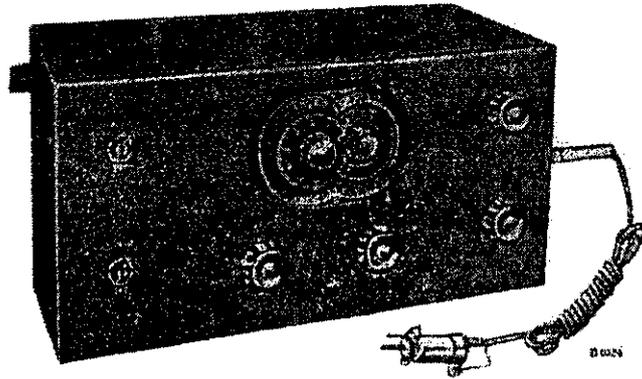

Fig. 1
1. d'un oscillateur service (G.M. 2880, fig. 1), d'une antenne artificielle pour 200—3000 m. (200  $\mu$ F, 20  $\mu$ H et 25 ohms) et d'une antenne artificielle pour 14—200 m. (400 ohms).